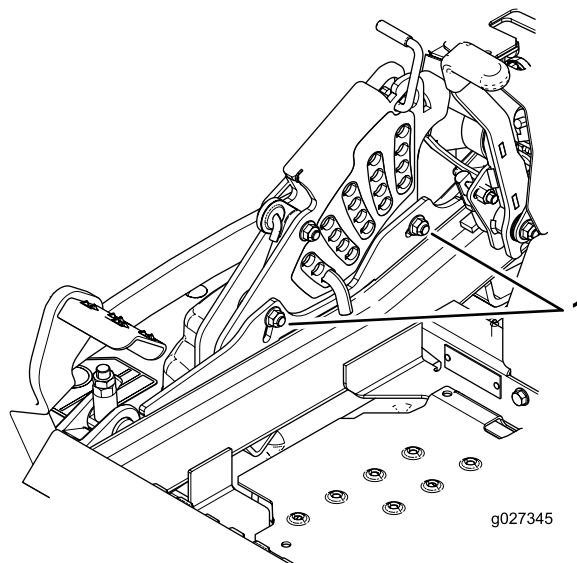

Figure 88
12. Pour régler le système monopoint, desserrez les deux boulons au bas de la plaque de hauteur de coupe. Voir Figure 88.
14. Serrez les 2 boulons au bas de la plaque de hauteur de coupe (Figure 88). Serrez les 2 boulons à un couple de 37 à 45 Nm (27 à 33 pi-lb).